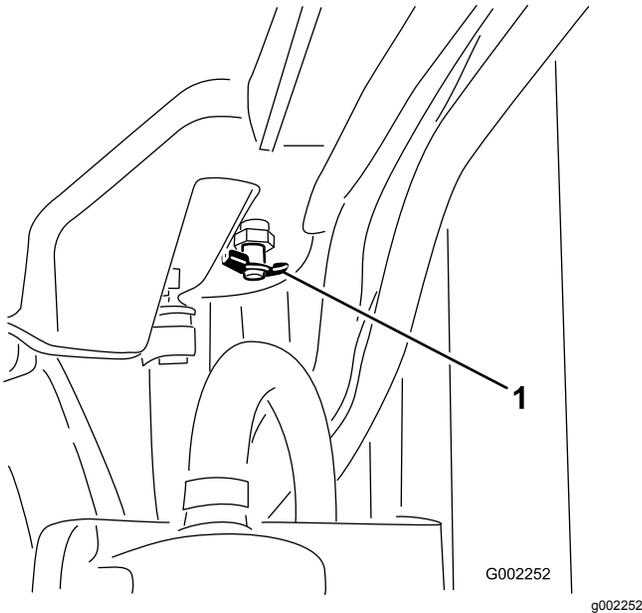

Figura 87
4. Abra a válvula de drenagem e deixe escorrer o líquido de arrefecimento para o recipiente (Figura 87).
5. Feche a válvula de drenagem (Figura 87).